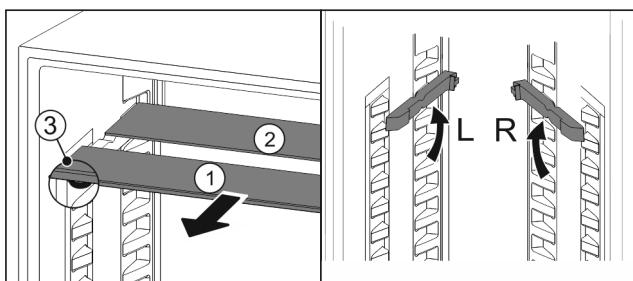

Fig. 61
- ▶ Пусните Fig. 61 (1) скляну панель вперед.
- ▶ Скляна панель Fig. 61 (1) з декоративною планкою лежить спереду.
- ▶ Стопори Fig. 61 (3) показують вниз.